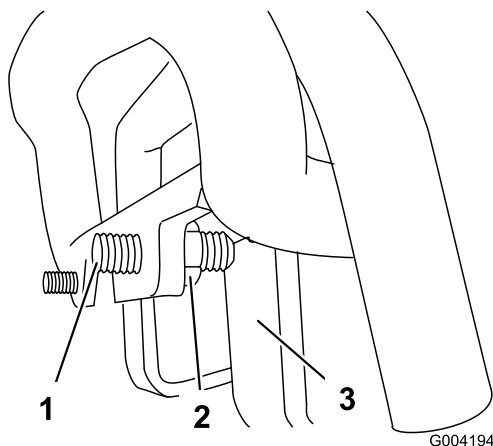

Figure 55
3. Si la machine se déporte vers la **gauche**, desserrez l'écrou de blocage **droit** et ajustez la vis de réglage de l'alignement à l'avant de la commande de déplacement (Figure 55).
4. Si la machine se déporte vers la **droite**, desserrez l'écrou de blocage **gauche** et ajustez la vis de réglage de l'alignement à l'avant de la commande de déplacement (Figure 55).